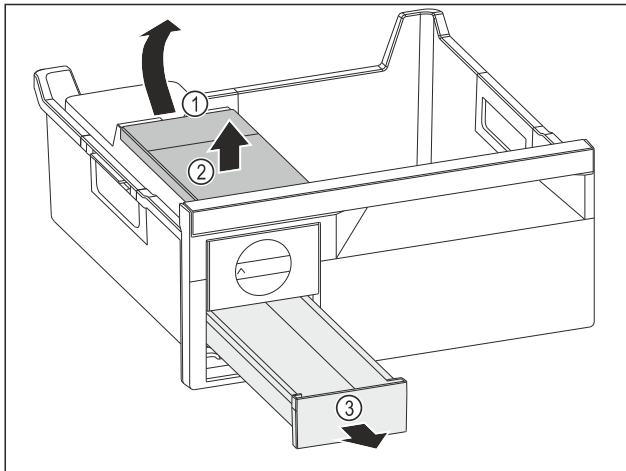

Fig. 211
- Su deposunu çıkarma: Su deposunu boşluktan Fig. 211 (1) tutarak yukarı kaldırın.
- Su deposunu Fig. 211 (2) yukarı doğru çıkartın.
- Buz küpü çekmecesini Fig. 211 (3) öne doğru çıkartın.